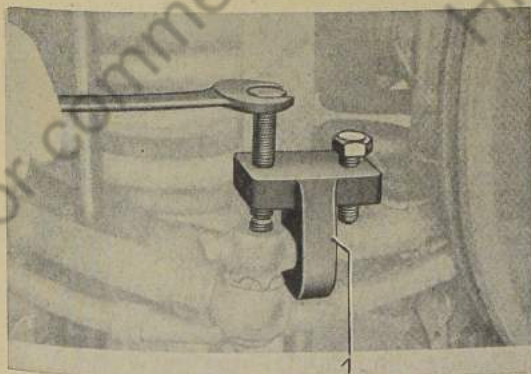

Bild 669: Kugelzapfen aus Spurstangenhebel herausdrücken
12. Mit Abdrücker Nr. 1505 den Kugelzapfen aus dem Spurstangenhebel herausdrücken (Bild 669).